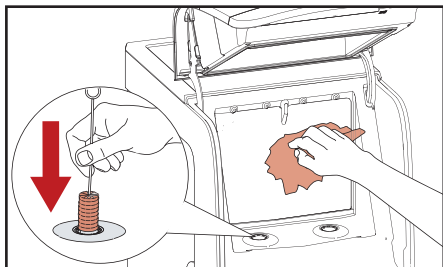

Fig. 5.9 - Nettoyez le compartiment de refroidissement
4. Nettoyez l'ouverture doseur avec une brosse et l'intérieur du compartiment de refroidissement avec un chiffon propre et mouillé (fig. 5.9). Séchez avec une serviette en papier propre.